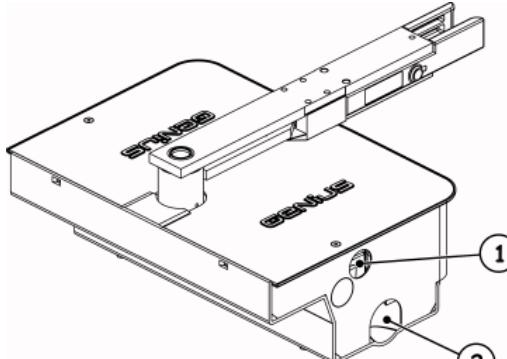

Fig. 7
- Poner un tubo de PVC de 35 mm de diámetro para que pase un cable eléctrico de 4 conductores hasta el equipo electrónico de mando (Fig. 7 rif. ①). Se aconseja asimismo poner un tubo de drenaje del agua de lluvia que llegue hasta un canal de recuperación de las aguas (Fig. 7 rif. ②).